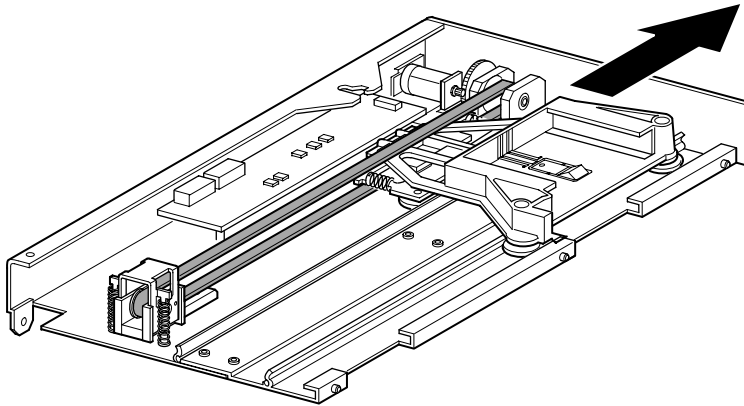

Abbildung 2–11. Position des Medientransportwagens
3. Drehen Sie den PTM herum, sodass Sie Zugriff auf die Zugangsaussparung für die Riemenblockhalterung haben (siehe Abbildung 2–12).